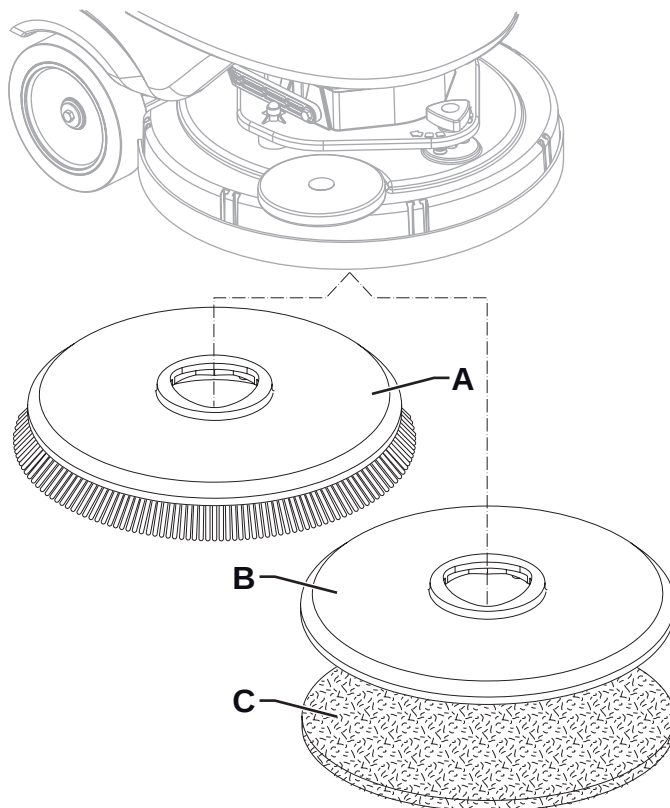

Abbildung 2
1. An das Gerät können sowohl die Bürste (A, Abb. 2) als auch der Padhalter (B) mit Pad (C) montiert werden, je nach auszuführender Bodenbehandlung.
2. Den Bedienschlüssel (41) in seine Aufnahme an der Schalttafel (3) stecken.
3. Die niedrigste Vorschubgeschwindigkeit durch Drücken der Schildkröten-Taste (45) einstellen.
4. Die Bürste (A) oder den Padhalter (B) unter den Bürstenkopf (26) positionieren.
5. Die Taste (43) drücken, um den Kopf auf die Bürste abzusenken.
6. Zum Ankuppeln der Bürste den Steuerknüppel (2) drücken, dann loslassen. Falls erforderlich wiederholen, bis die Bürste angekuppelt ist.